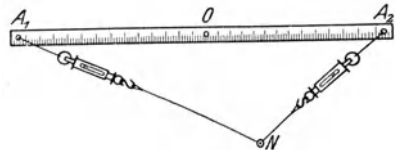

Fig. 53.
**Anleitung.** g) Bohre auf der Längsachse eines Meterstabes in der Mitte und nahe den Enden Löcher durch den Stab. Ziehe durch die Endlöcher  $A_1$  und  $A_2$  Schnüre und binde Schleifen. Stecke durch das Loch  $O$  in der Mitte einen Vorstecher und treibe ihn in das Wandbrett (Fig. 53). Binde an die Schleifen  $A_1$  und  $A_2$  Schnüre und an deren Enden die Ringe zweier Federwagen. Knüpfe an die Haken der Wagen Schnüre, verbinde sie mit einem kleinen Ring und befestige diesen mit einem Nagel  $N$  so am Wandbrett, daß der Stab und die Schnüre geeignete Stellungen haben, die Schlitzte der Wagen